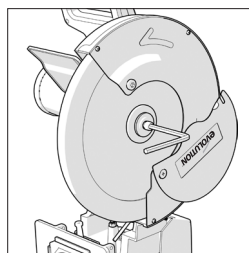

Fig. 4
- Use la llave hexagonal proporcionada para aflojar el tornillo del eje. (**Fig. 4**)